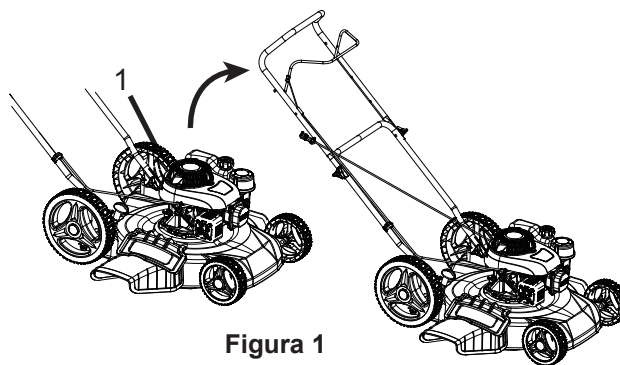

Figura 1
Puede ponerse en contacto con Pulsar directamente en 866-591-8921 para obtener información sobre productos y accesorios, ayudar a encontrar un distribuidor o para registrar su producto. Este manual identifica peligros potenciales y tiene mensajes de seguridad que se señalan por el símbolo de alerta de seguridad (Figura 1), que señala un peligro que puede causar lesiones graves o la muerte si usted no sigue las precauciones recomendadas.
El símbolo de alerta de seguridad (Figura 1) se usa para alertarle a posibles peligros de lesiones personales. Obedezca todos los mensajes de seguridad que siguen este símbolo para evitar posibles lesiones o la muerte. El uso o mantenimiento inapropiado de esta podadora puede resultar en lesiones o la muerte. Para reducir este potencial, cumplir con las siguientes instrucciones de seguridad.
1. Pomo de la manija (2)
3. Instale y apriete las perillas de la manija que retiró en el paso 1. (Figura 1)